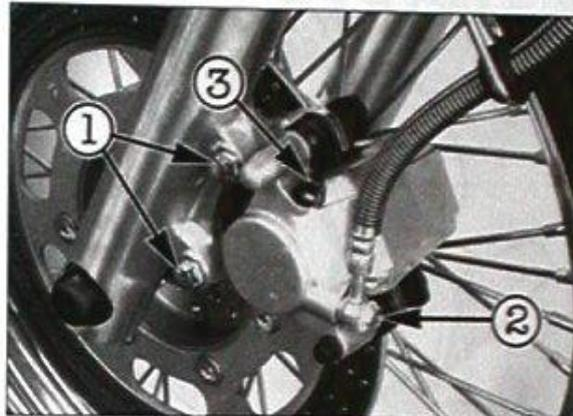

Bild 55
- Befestigungsschrauben ① Bild 55 ausdrehen und Bremssattel von Scheibe abnehmen.
- Den Bremssattel an Gabelbein befestigen (Schrauben ① Bild 55; 34 Nm).